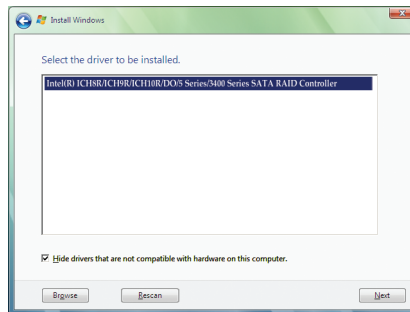

Figure 6
Lorsqu'un écran comme celui dans la Figure 6 apparaît, sélectionnez **Intel(R) ICH8R/ICH9R/ICH10R/DO/5 Series/3400 Series SATA RAID Controller** et cliquez sur **Next**.